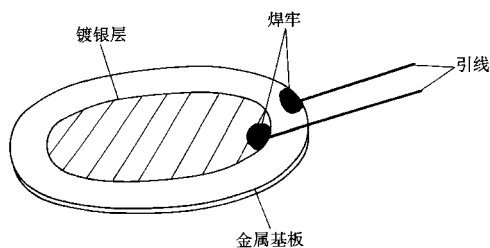

图 1-6
(6) 发声元件采用压电蜂鸣器,它由压电蜂鸣片和助声腔盖组成。压电蜂鸣片的结构是在金属基板上做有一压电陶瓷层,压电陶瓷层上有一镀银层(见图 1-6)。当通过金属基板和镀银层对压电陶瓷层施加音频电压时,由于压电效应,压电蜂鸣片便发出声音来。制作时,先分别从压电蜂鸣片的金属基板和镀银层上焊出两条引线。注意焊接时间不宜过长,以免烫裂压电陶瓷层。